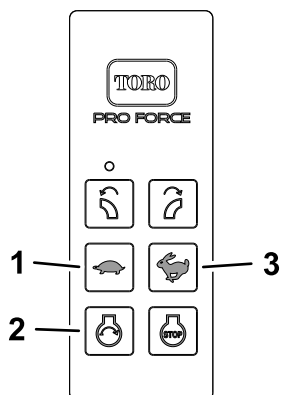

Figura 19
1. Mantenha premido o botão ARRANQUE DO MOTOR (Figura 19) no comando remoto até o motor arrancar.
3. Ajuste a velocidade do motor utilizando o comando remoto, pressionando o botão AUMENTAR VELOCIDADE DO MOTOR ou DIMINUIR VELOCIDADE DO MOTOR (Figura 19).